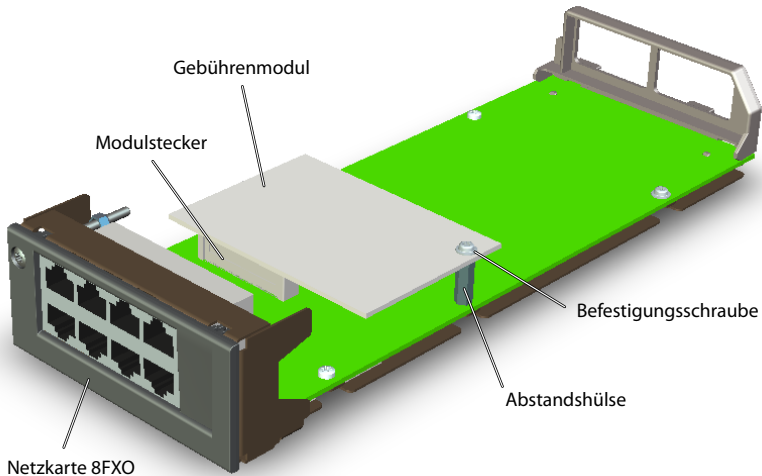

Fig. 28 Gebührenmodul auf Netz-karte 8FXO
3. Entfernen Sie die Befestigungsschraube für das Gebührenmodul auf der FXO-Karte und schrauben Sie an dessen Stelle die Abstandshülse ein (siehe Fig. 28).